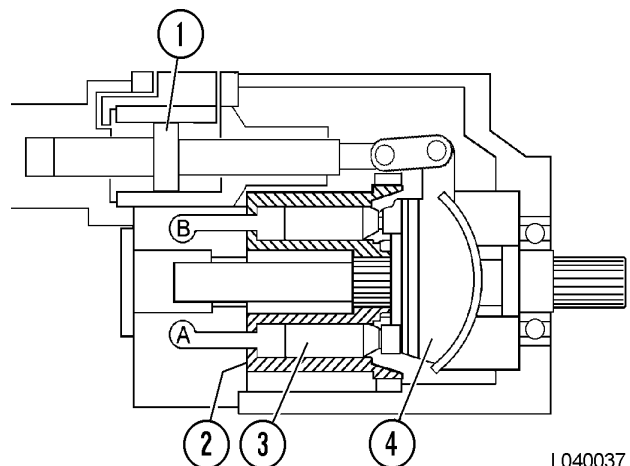

FIGURA 4-14. BOMBA EN POSICIÓN NEUTRAL
La posición neutral (Figura 4-14), resulta cuando el pistón de control (1) centra el bloque basculante (4). El ángulo del bloque basculante ahora es cero y la cara del bloque basculante está paralela a la cara del cilindro. Por lo tanto no hay movimiento hacia adentro o hacia afuera de los pistones de la bomba (3), mientras las zapatas del pistón roten al rededor de la cara del bloque basculante. El resultado de la falta de movimiento hacia adentro y hacia afuera es que no se está desplazando fluido desde el agujero del pistón a los crecientes en la placa de la válvula y posteriormente no hay suministro desde los puertos de la bomba.